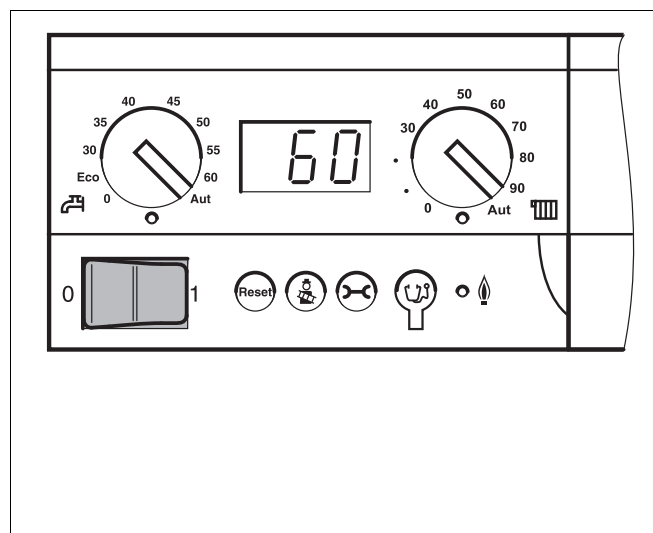

Fig. 6 Basiscontroller Logamatic BC10
- ▶ Stil panelafbryderen (fig. 6) på basiscontrolleren på position "1" (On). Basiscontrolleren kontrollerer den aktuelle anlægsstatus, og brænderen starter også op.